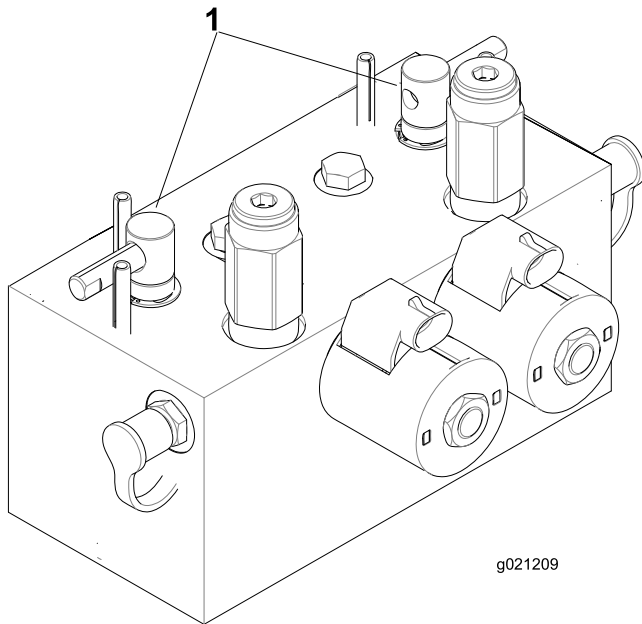

Figura 97
2. Desbloqueie e levante o banco para expor as alavancas de retificação (Figura 97).
5. Selecione as alavancas de retificação dianteiras, traseiras ou ambas para determinar quais as unidades a retificar (Figura 97).